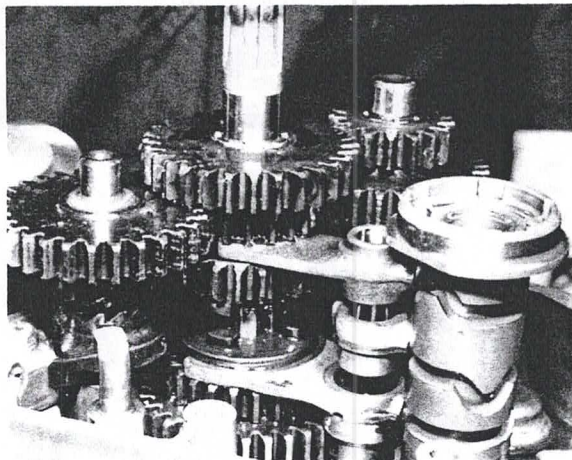

Bild 44
- Nach dem Trennen der Gehäusehälften bleiben die Kurbelwelle mit den Hauptlagern und die Getriebewellen in der linken Gehäusehälfte zurück (Bild 44). Die Lager der Getriebehauptwelle und der Vorgelegewelle bleiben in der rechten Gehäusehälfte zurück.